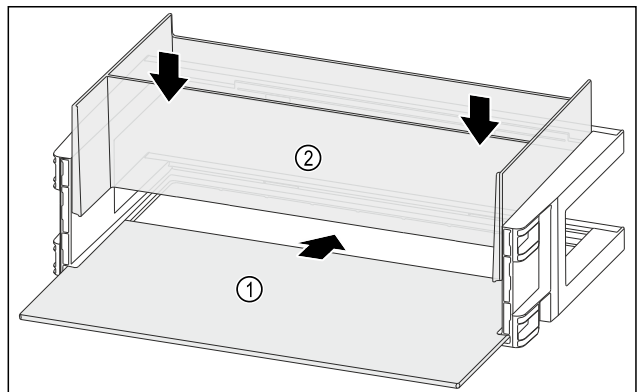

Fig. 116
- Insérer la tablette de rangement Fig. 116 (1) dans les évidements latéraux.
- Installer l'Organizer Fig. 116 (2).